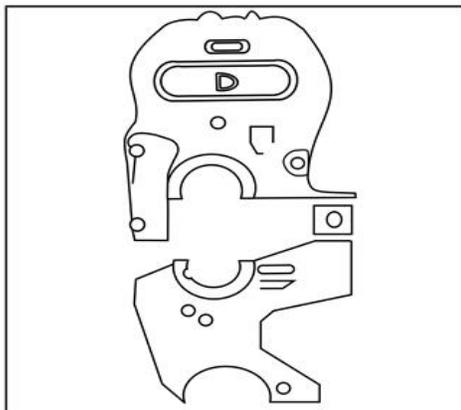

Fig. 1: Identificación de las cubiertas superior e inferior de tiempo
5. Desmontar los pernos de la cubierta frontal superior de la banda de tiempo y la cubierta. Vea la Fig. 1. Desmontar los pernos de la cubierta frontal inferior de la banda de tiempo y la cubierta. Desmontar los pernos del montaje de la dirección hidráulica, si está equipado.
5. Quitar el perno de la polea del cigüeñal. Instalar las cubiertas y los pernos de las cubiertas frontales superior e inferior de la banda de tiempo. Vea la Fig. 1. Apretar los pernos según la especificación. Consultar las ESPECIFICACIONES DEL PAR DE TORSIÓN.